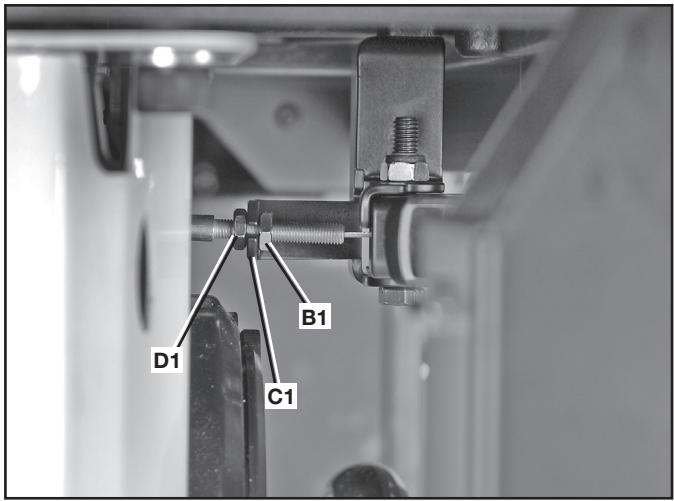

FIG. 51
1. À l'aide d'une clé à fourche de 7/16 po, écarter l'écrou (B1) fig. 51 (situé sous le guide à l'avant de la scie) de l'armoire de la scie.